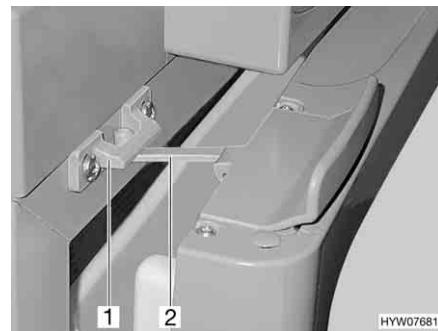

Fig. 142 Porta del frigorifero in posizione di ricircolo d'aria (Thetford)
- Aprire il bloccaggio (Fig. 142,2) e innestarla nella sede di bloccaggio (Fig. 142,1). In questo modo la porta del frigorifero rimane ferma in posizione socchiusa.